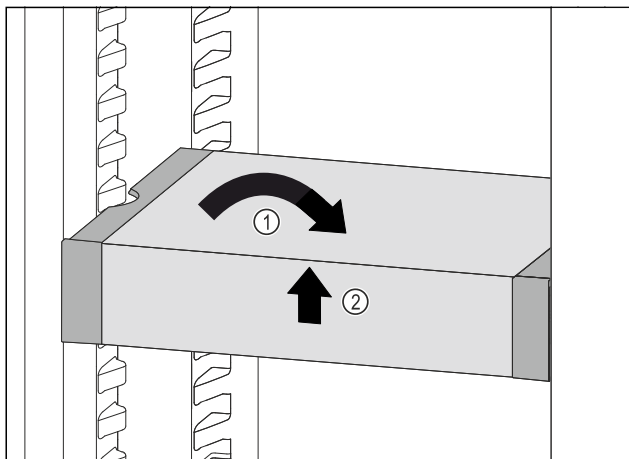

Fig. 100
- ▶ Ställ VarioSafe rakt. *Fig. 100 (1)*
- ▶ Lyft VarioSafe framåt. *Fig. 100 (2)*